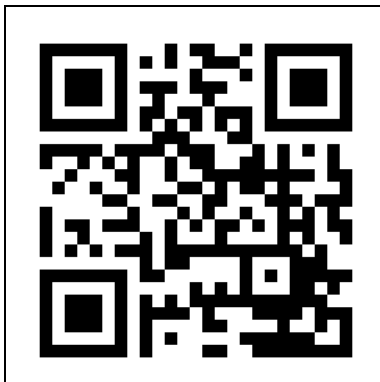

Figura 17
1. Deschideți instrucțiunile de utilizare din aplicația Eurom Smart cu ajutorul codului QR (Figura 17) sau accesați [www.eurom.nl/nl/manuals](http://www.eurom.nl/nl/manuals).